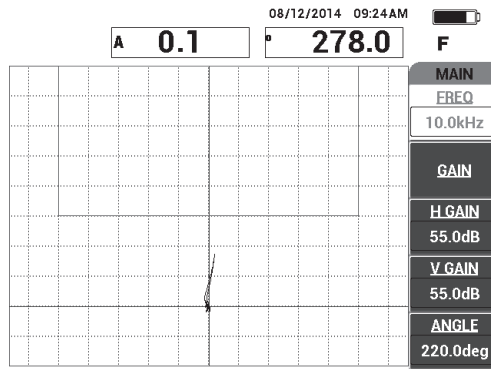

Рис. 6-24 Сигнал от дефекта (отслоения)
3. Медленно просканируйте зону отслоения (13 мм), затем нажмите клавишу FREEZE (❄️) [см. Рис. 6-24 на стр. 150].